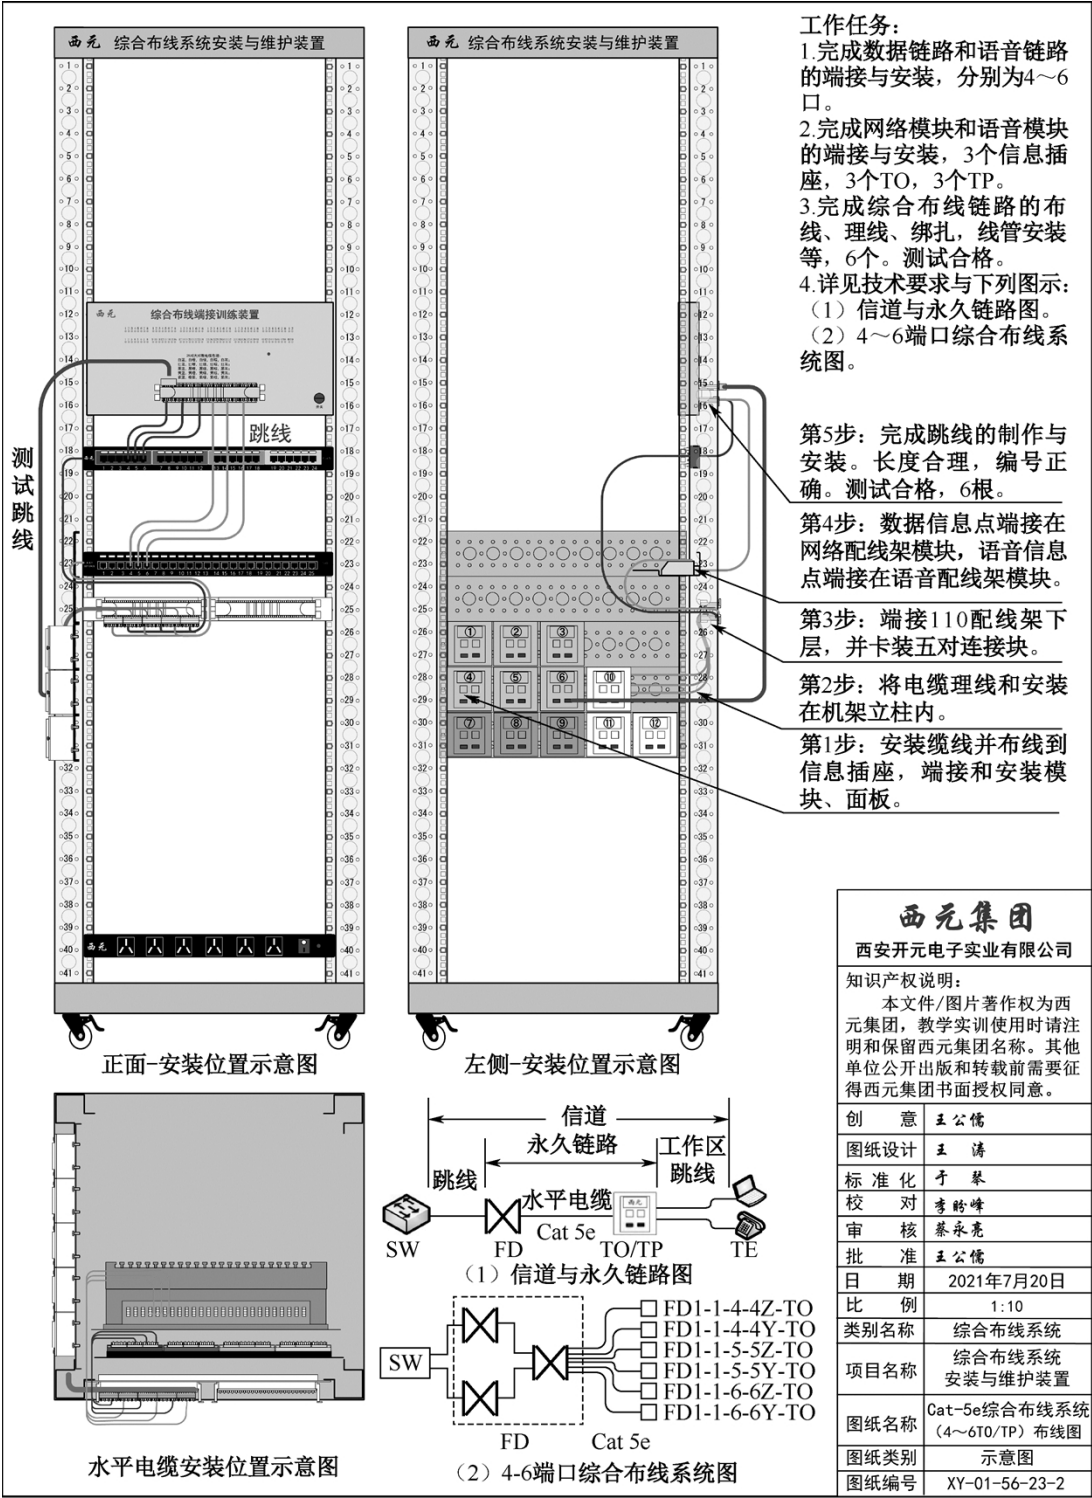

图 8-23 Cat-5e 综合布线系统布线图（左侧④⑤⑥号信息插座）
独立完成6个电缆永久链路的搭建,要求按照图 8-23（图纸编号 XY-01-56-23-2）所示的信息插座、端口和路由规定，把来自④⑤⑥号信息插座的电缆分别端接在网络配线架的4~6口，语音配线架的4~6口，并使用 RJ-45-鸭嘴跳线进行永久链路电气通断测试，评判合格。请扫描二维码查看彩色高清图片。